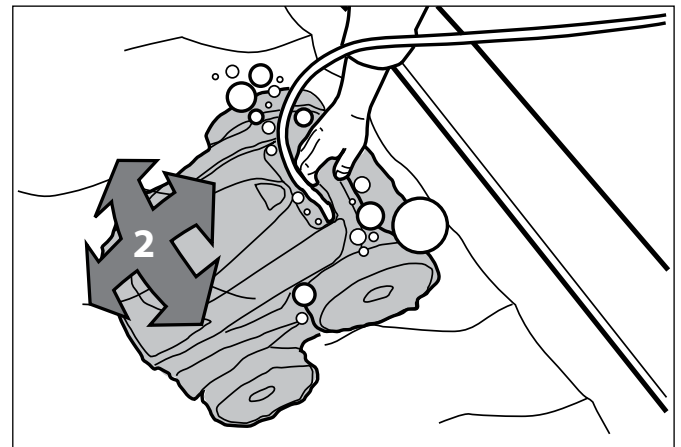

Figura 16. Sumerja el limpiador hasta el fondo de la piscina
2. Asegúrese de que la unidad se hunda hasta el fondo de la piscina y no flote (Figura 16).